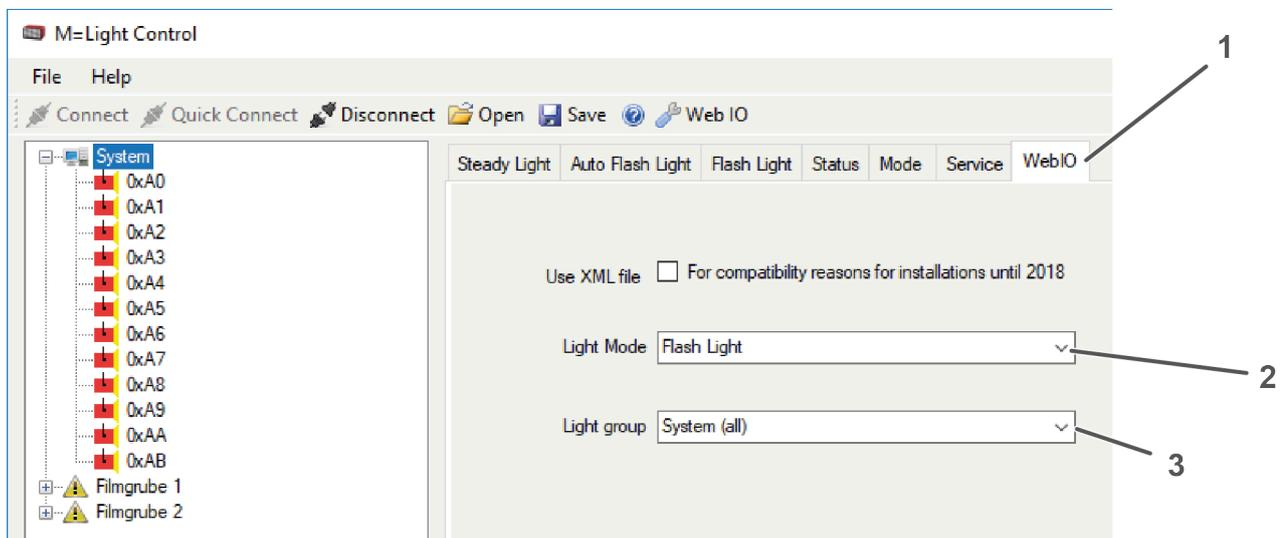

Abbildung 37: Web IO M=LIGHT
- Registerkarte WebIO öffnen (Abbildung 37, Seite 42, Pos. 1).